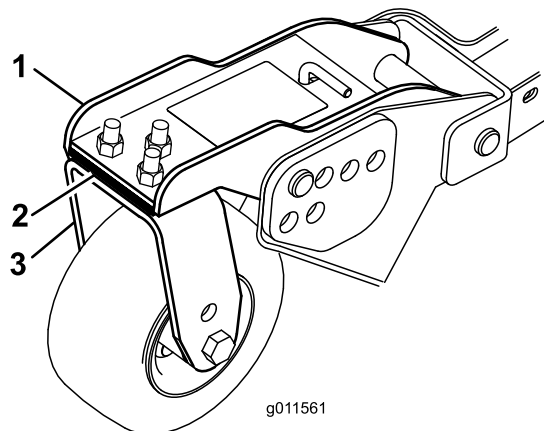

Figura 110
1. Togliete le viti a testa cilindrica e i dadi che fissano il braccio della ruota orientabile alla forcella (Figura 110).